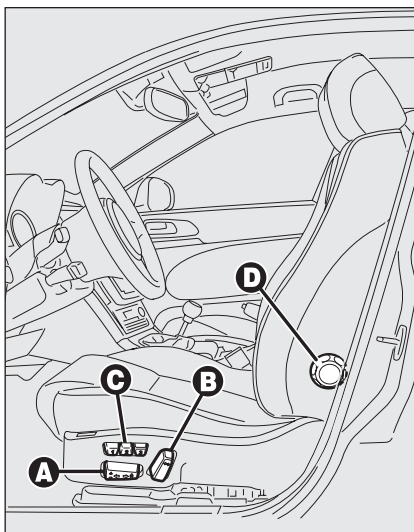

fig. 33
SIÈGES AVANT A REGLAGE ELECTRIQUE fig. 33
- garder la pression pendant environ 3 secondes sur un des boutons **C-fig. 33** (voir le paragraphe "Sièges" dans ce chapitre).